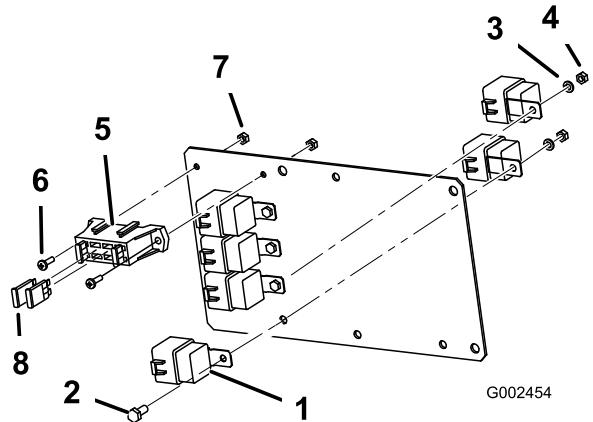

Figure 7
1. Fixez 6 relais à la plaque de montage (Figure 7) à l'aide de 4 boulons (1/4 x 5/8"), 4 rondelles de blocage (1/4 pouce) et 4 écrous (1/4 pouce). Quatre relais peuvent être montés à l'avant de la plaque et deux doivent être montés au dos de la plaque. Les deux relais montés au dos de la plaque partagent des fixations avec le relais monté sur l'avant dans le même trou.
2. Fixez le côté boîte à fusibles du faisceau de câblage à la plaque de montage (Figure 7) avec 2 vis (#10) et 2 écrous (#10).
4. Montez deux disjoncteurs thermiques (30 A) dans les emplacements libres au centre de la boîte à fusibles sur la plaque de montage de l'ECU (Figure 7).